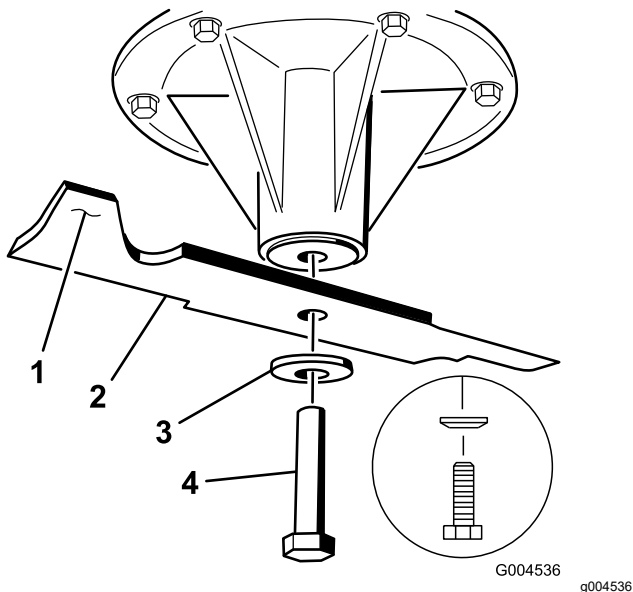

Bild 109
2. Nehmen Sie die Messerschraube, Wellenscheibe und das Messer von der Spindelwelle ab (Bild 109).